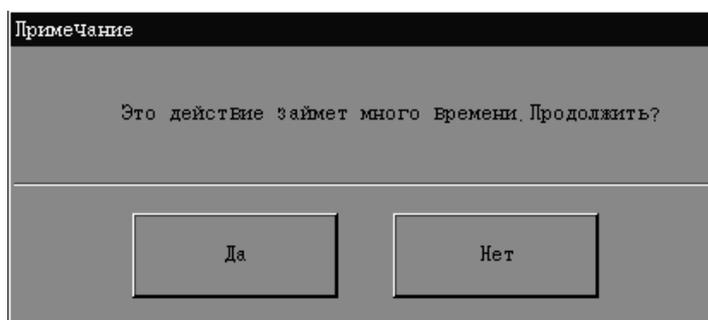

Рис. 10-11 Диалоговое окно
1. На экране «Обслуживание» **НАЖМИТЕ** кнопку «Проточн.кювета». Откроется диалоговое окно (Рис. 10-11).